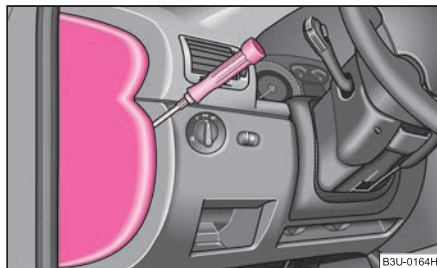

Abb. 201 Linke Seite der Schalttafel: Sicherungsdeckel
- Nehmen Sie den Sicherungsdeckel mit Hilfe eines Schraubendrehers ab ⇒ Abb. 201.